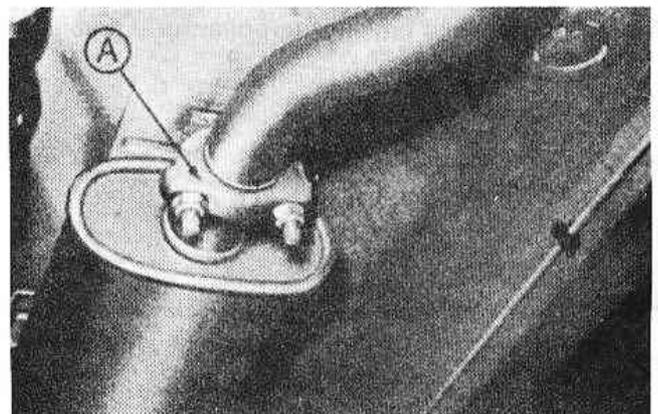

Рис.3.104. U-образный болтовой зажим в месте соединения приемной трубы с резонатором (Разд.39)
7. Отверните крепежные гайки и снимите оба кронштейна, крепящие систему выпуска. Снимите U-образный болтовой зажим, крепящий приемную трубу к переднему резонатору (Рис.3.104).